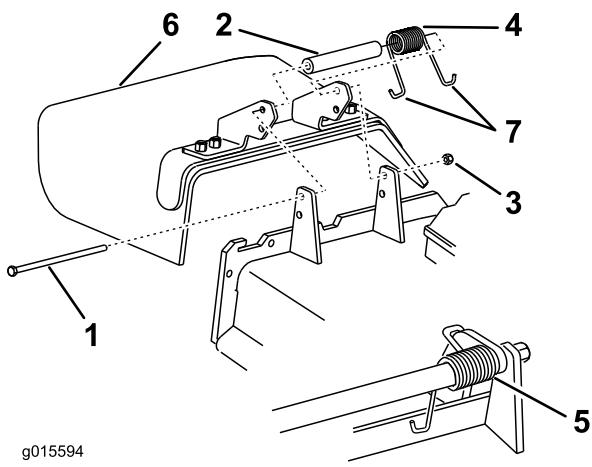

Bild 97
- Entfernen Sie die Sicherungsmutter, Schraube, Feder und das Distanzstück, mit denen das Ablenkblech an den Drehhalterungen befestigt ist (Bild 97). Entfernen Sie defekte oder abgenutzte Ablenkbleche.
- Hinweis:** Achten Sie darauf, dass ein J-förmiges Federende hinter der Mähwerkskante installiert wird, bevor Sie die Schraube wie in Bild 97 gezeigt einsetzen.
3. Setzen Sie die Schraube und Mutter ein. Führen Sie ein J-förmiges Hakenende der Feder um das Ablenkblech (Bild 97).